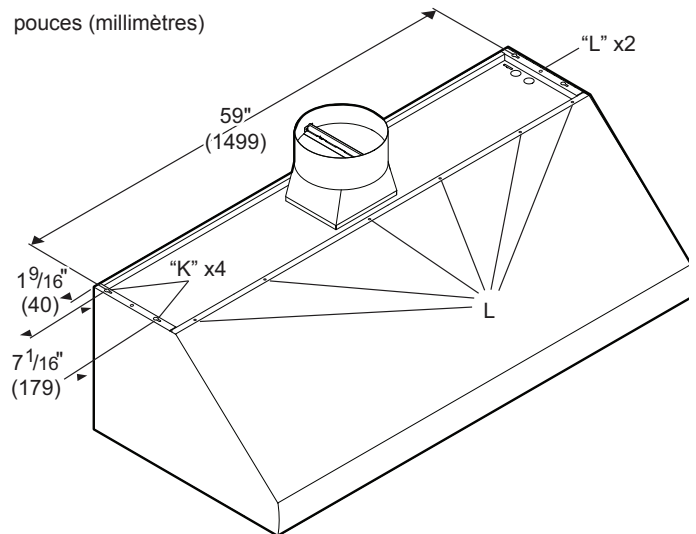

Figure 16 : Emplacements des ouvertures et des trous à vis
La *Figure 16* montre les quatre trous de vis identifiés par la lettre « K » qui sont utilisés pour fixer la hotte à la base de l'armoire. Assurez-vous d'avoir enlevé les deux entrées défonçables.
1. À la base de l'armoire, percez des trous de guidage de 1/8 po (3 mm), 59" (1,499 mm) de distance, comme indiqué de la *Figure 16*.
4. À partir de l'intérieur de la hotte, insérez les vis fournies de 5/8 po (16 mm) à travers les trous, une (1) de chaque côté et quatre (4) le long de la partie avant, dans la base de l'armoire. Voir les trous de vis identifiés par la lettre « L » à la *Figure 16*.